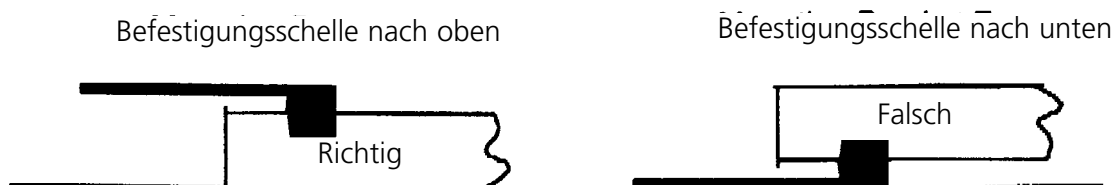

Abbildung 3-1
2. Legen Sie den äußeren Rahmen auf eine glatte Oberfläche mit den Befestigungsschellen nach oben zeigend. Siehe Abb. 3-1.